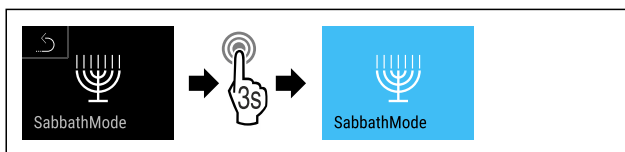

Fig. 12
► Изпълнете стъпките (виж Fig. 12).